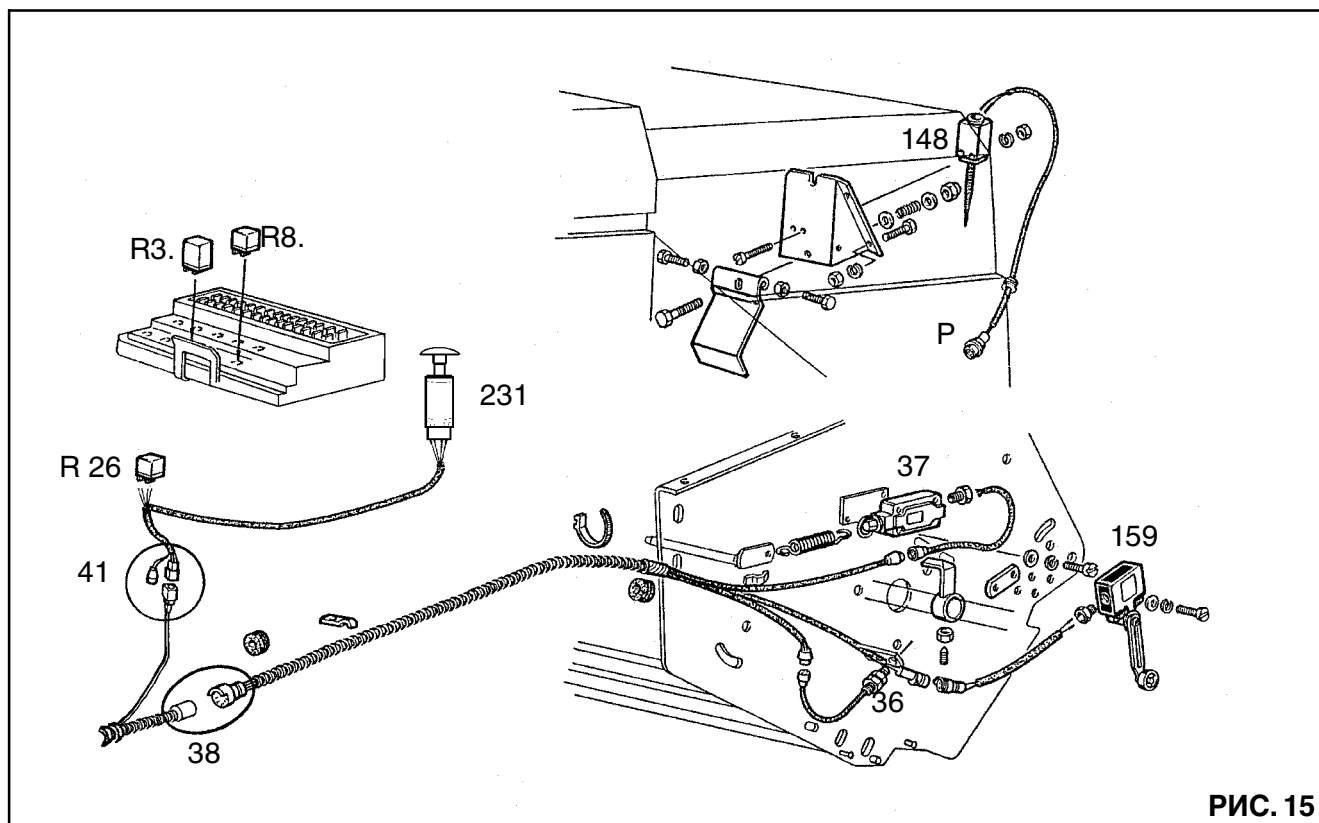

РИС. 15
- P. Розетка для подключения вспомогательного микровыключателя перегрузки клавишного соломотряса (148) к соломорезка (см. рис. 15)
**ЭЛЕКТРИЧЕСКАЯ ЦЕПЬ УПРАВЛЕНИЯ СОЛОМОРЕЗКОЙ И ПРИВОДОМ - Рис. 15**